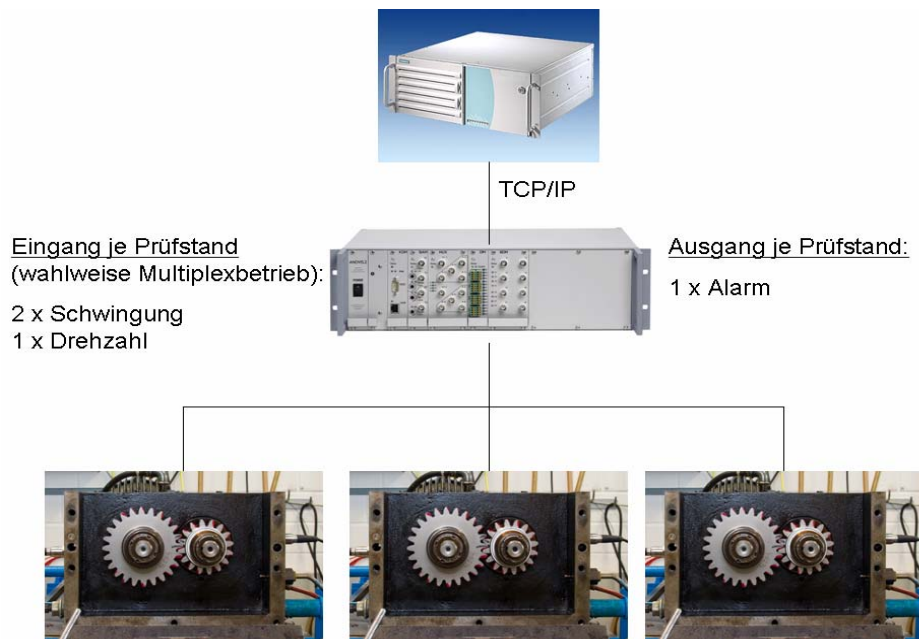

Bild 2: Vorteilhafte Realisierung eines Überwachungssystems für drei autonome Dauerlaufprüfstände.
- optional werden SRD-Einschübe benötigt, um im Multiplexbetrieb mit einem ANOVIS-System mehrere Prüfläufe oder Prüfstände zu überwachen (siehe Bild 2 zur hardwareminimalen Systemrealisierung für drei autonome Prüfstände)